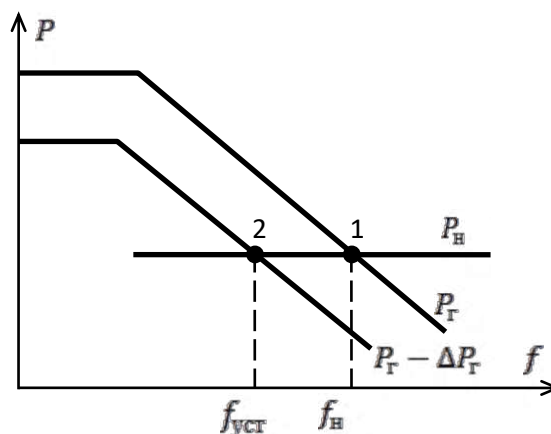

Рис. 3.4. Статические характеристики генератора и нагрузки
4. Определить частоту в системе мощностью 5,1 ГВт после отключения блока мощностью 610 МВт, коэффициент статизма регулятора скорости турбины $k_s = -0,15$. Начальный режим соответствует балансу мощности: $P_H = P_T = 4400$ МВт (рис. 3.4).